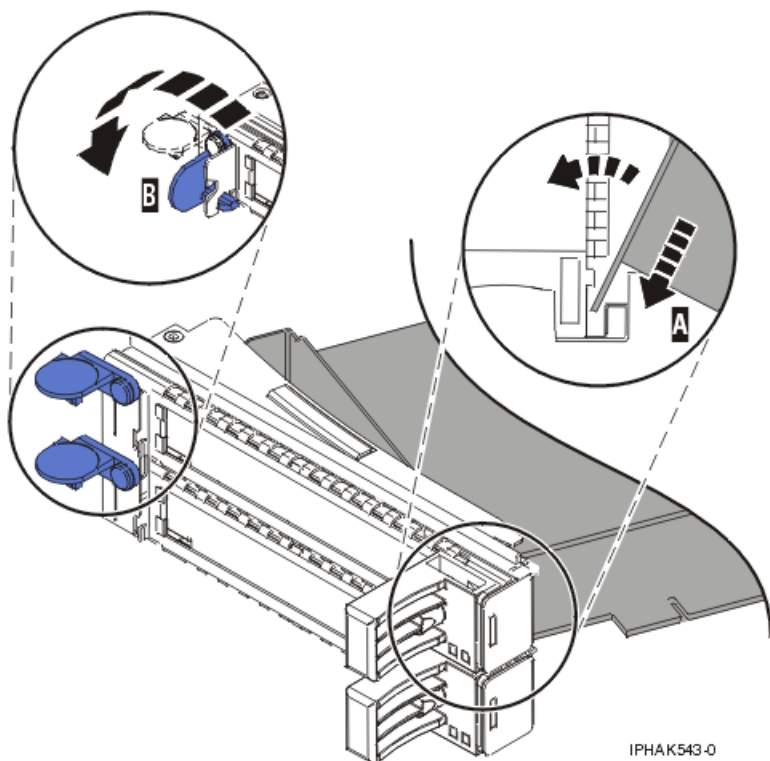
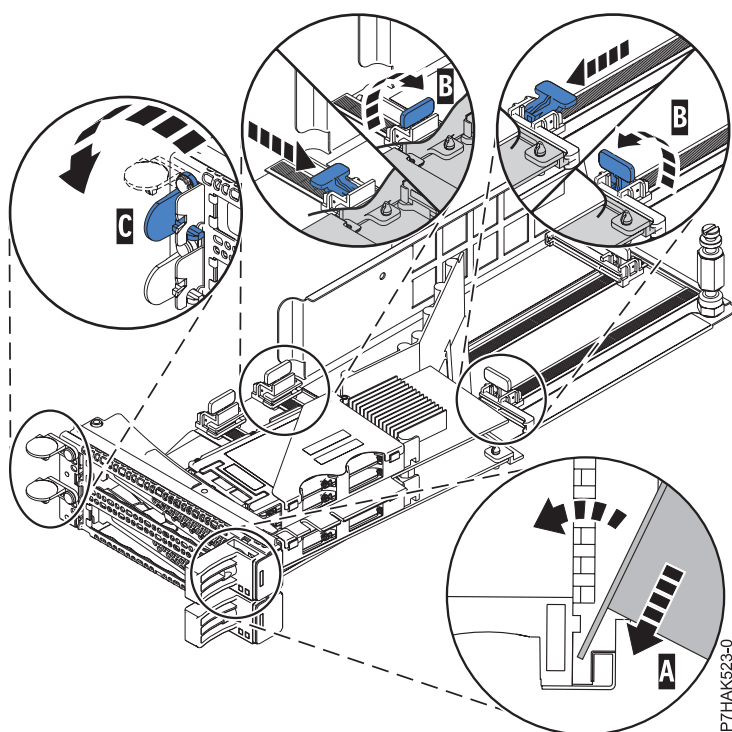

Figure 98. Remplacement de la carte de la cassette de cartes PCI
Figure 99. Remplacement d'une carte PCIe RAID et SSD SAS dans la cassette de la carte PCI
- a. Placez le levier de blocage de la contre-poupée en position ouverte, insérez fermement la carte dans le bloc de retenue **(A)**. Pour une carte PCI standard, voir figure 98, à la page 107. Pour une carte PCIe RAID et SSD SAS, voir figure 99, à la page 107.